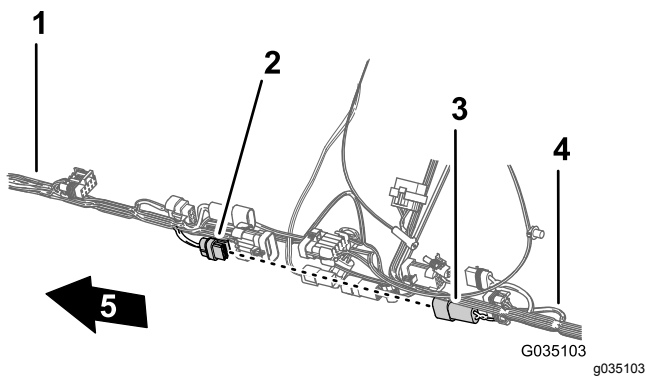

図 89
4. 前方ハーネスのすすぎポンプ用2ピンコネクタを、後方ハーネスのすすぎポンプ用2ソケットコネクタに接続する 図 89。